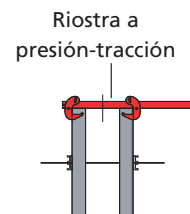

Fig. 28.2
■ Utilizando una riostra a presión-tracción. La riostra a presión-tracción conecta firmemente paneles opuestos entre sí- de un muro o de una fundación con un espesor hasta de 64 cm (Fig. 28.2 and 28.5).